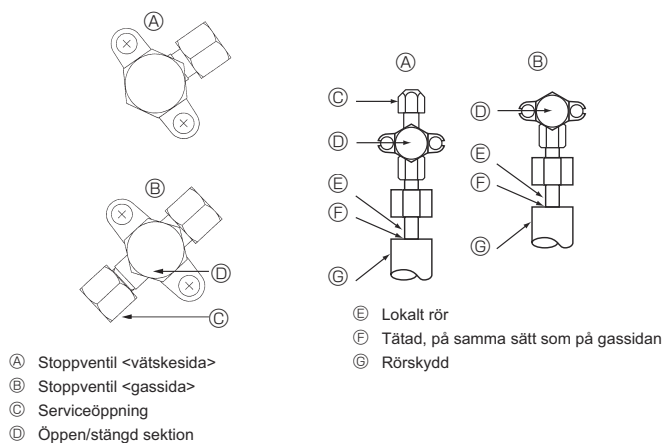

Fig. 4-4
4.4. Provmetod för att kontrollera om köldmedelsrören är lufttäta (Fig. 4-4)
- Om trycket minskar i steg (2) eller (3), finns det en gasläcka. Leta efter orsaken till denna gasläcka.